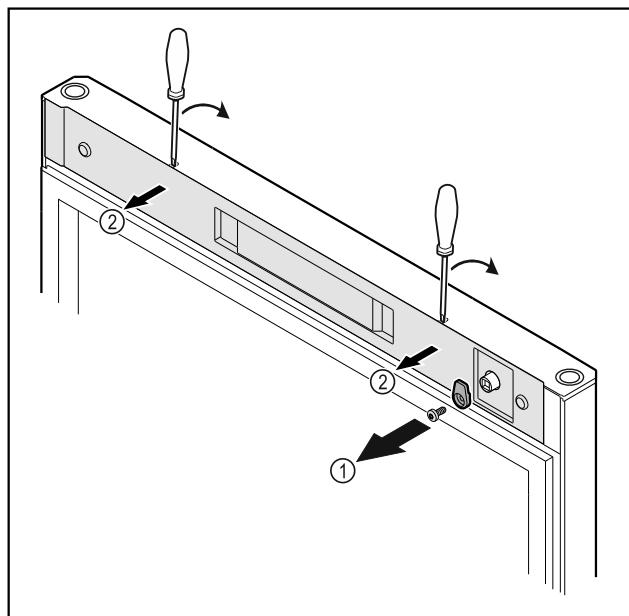

Fig. 52
- Odskrutujte zatvárací hák Fig. 52 (1).
- Odistite kryt Fig. 52 (2) malým skrutkovačom a odoberte ho.